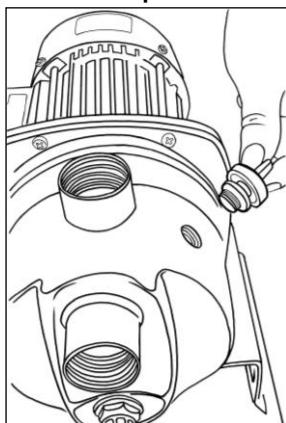

Рис.4 Заливное отверстие
3. Заполнить насос и всасывающую магистраль водой через заливное отверстие, отвинтив для этого, а затем завинтив пробку, находящуюся в верхней части насоса (рис.4).